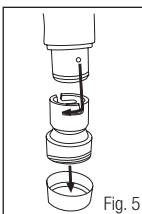

Fig. 5
2. Si usa un tubo de respiración BT, primero atornille el Adaptador 3M™ V-199 en el puerto de salida del GVP-100. Después conecte el tubo de respiración BT al adaptador al insertar el extremo del tubo con dos puntas en la parte superior del adaptador. Enrosque el extremo del tubo para que quede fijo en su lugar. (Fig. 5)